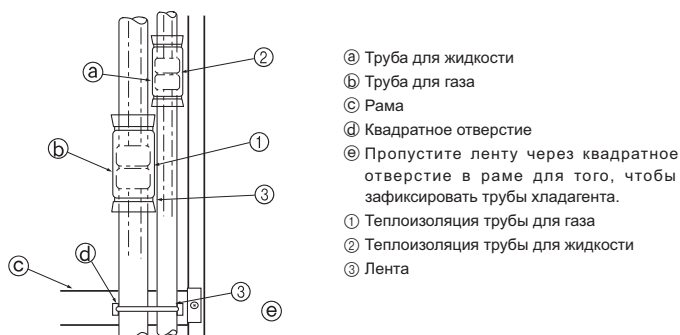

Fig. 4-5
Полностью изолируйте фланцевые соединения ① и ② труб для газа и труб хладагента. Если любая часть соединений не будет изолирована, возможно капание конденсации. (Fig. 4-5)
- Прикрепите теплоизоляцию трубы для газа ① и теплоизоляцию трубы для жидкости ② с обоих концов для предотвращения ее соскальзывания и выровняйте их по отношению друг к другу.
- После завершения установки теплоизоляции на трубы, с помощью ленты ③ прикрепите трубу хладагента к раме (в точке ниже трубного соединения). Это предотвратит приподнятие трубы хладагента над рамой.